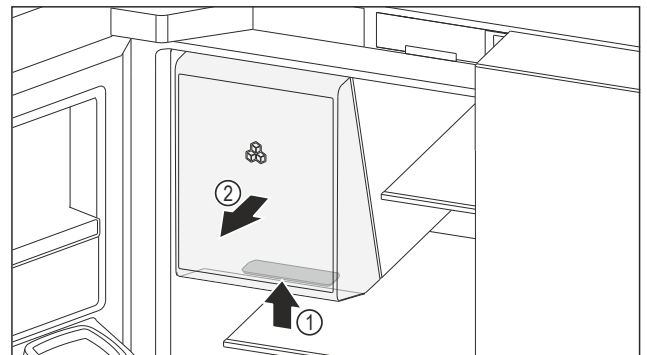

Fig. 157 Извлечение отсека для льда
- ▶ Возьмитесь за утолщенную ручку Fig. 157 (1) отсека для льда снизу и одновременно извлеките отсек для льда движением вперед Fig. 157 (2).